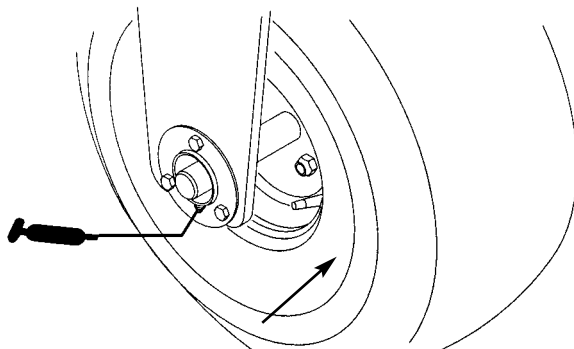
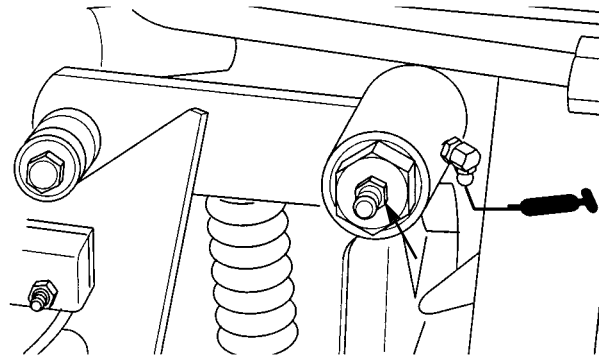
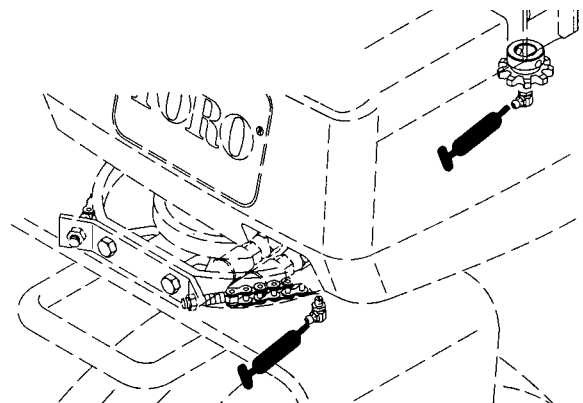

Figure 11
Figure 12
Figure 13
Les roulements et bagues devant être graissés sont: roulements des roues avant (Fig. 11), timonerie de commande déplacement (Fig. 12) et arbre de direction (Fig. 13).
N.B.: Pour accéder au graisseur de la timonerie de commande déplacement (Fig. 13), déposer les (3) vis qui fixent le panneau latéral sur le côté gauche de la machine et déposer le panneau.
N.B.: Pour accéder au graisseur de l'arbre de direction (Fig. 13), déposer les (4) vis et les entretoises qui fixent le réservoir d'essence en haut de la machine et soulever l'avant du réservoir.